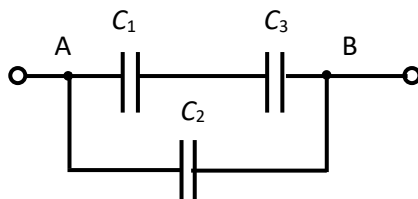

Рис. 1.1
1. Данная цепь (рис. 1.1) содержит две ветви. К узлам А и В подключены ветвь с конденсаторами C_1 и C_3 и ветвь с конденсатором C_2 . Конденсаторы C_1 и C_3 соединены последовательно, поэтому их эквивалентная ёмкость $C_{1,3}$ определим по следующей формуле: